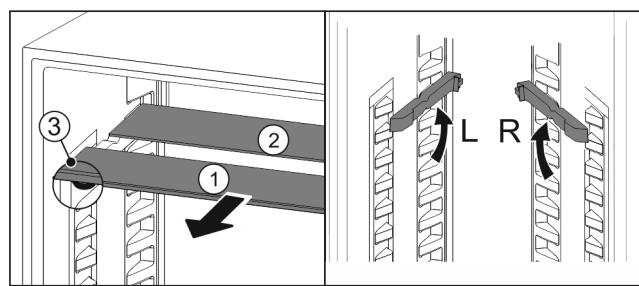

Fig. 105
- Trekk glassplatene enkeltvis fremover og ut Fig. 105 (1).
- ▷ Glassplate Fig. 105 (1) med pyntelist ligger foran.
- ▷ Stoppere Fig. 105 (3) peker nedover.